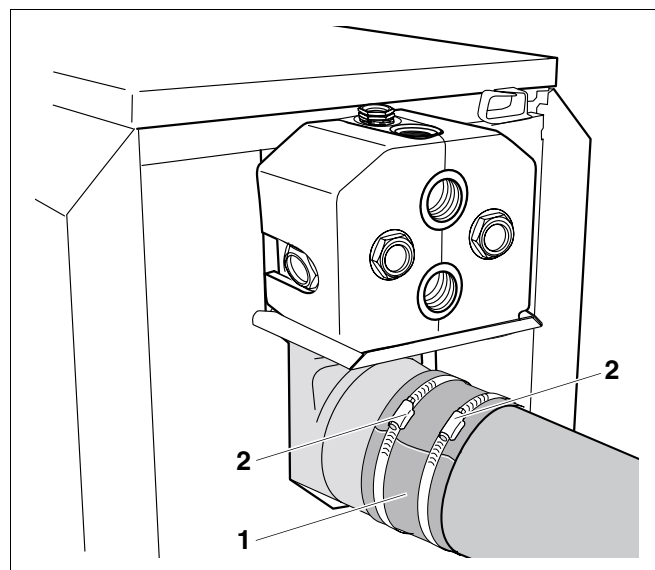

Fig. 54 Montarea gamiturii de etanșare
- Bridele cu dispozitivul dințat (Fig. 54, **Poz. 2**) se strâng. Garnitura de etanșare a conductei de evacuare (Fig. 54, **Poz. 1**) trebuie să fie netedă și strânsă.